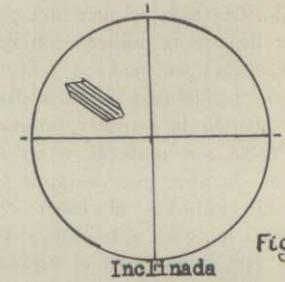

Fig.7
c) es inclinada cuando el cristal está en esa posición con respecto al retículo (fig. 7).